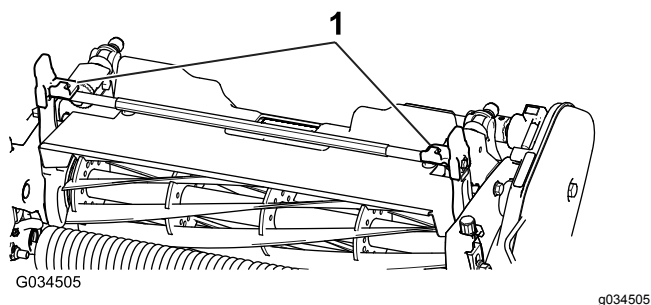
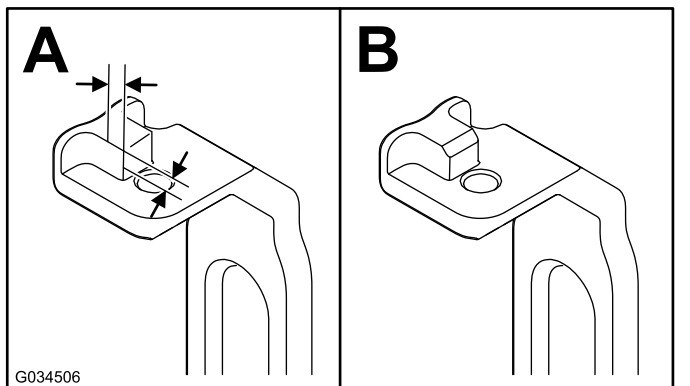

图3
图4
2. 找到两个旋转臂 图3 如图4 所示在凸耳上测量出 2.3mm 对棱角进行打磨。